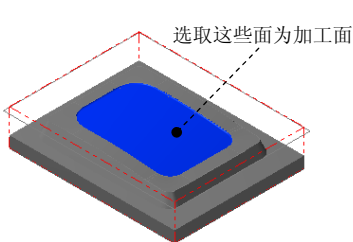
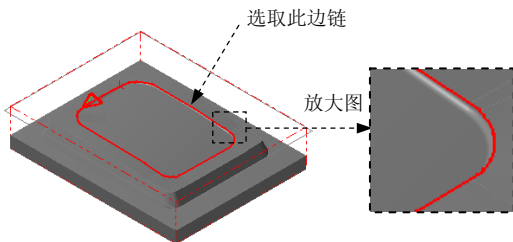

图 5.27 选取加工面
图 5.28 选取切削范围边线
Step2. 设置加工区域。在图形区中选取图 5.27 所示的曲面（共 9 个），然后按 Enter 键，系统弹出“刀具路径的曲面选取”对话框。在 **边界范围** 区域中单击 按钮，系统弹出“串连选项”对话框。在图形区中选取图 5.28 所示的边线，单击 按钮，系统返回至“刀具路径的曲面选取”对话框。单击 按钮，系统弹出“曲面精加工残料清角”对话框。